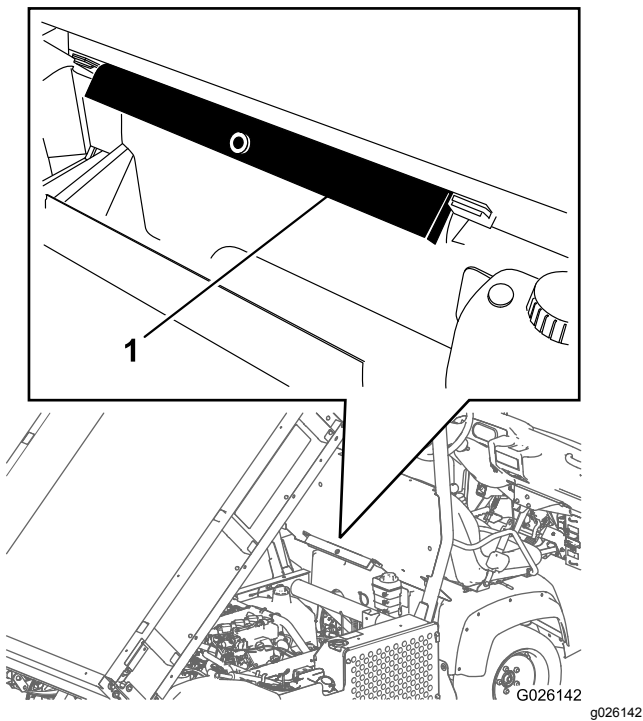

Bild 12
2. Nehmen Sie die Ladepritschenstütze aus den Lagerhalterungen hinten an der Überrollschutzplatte (Bild 12).